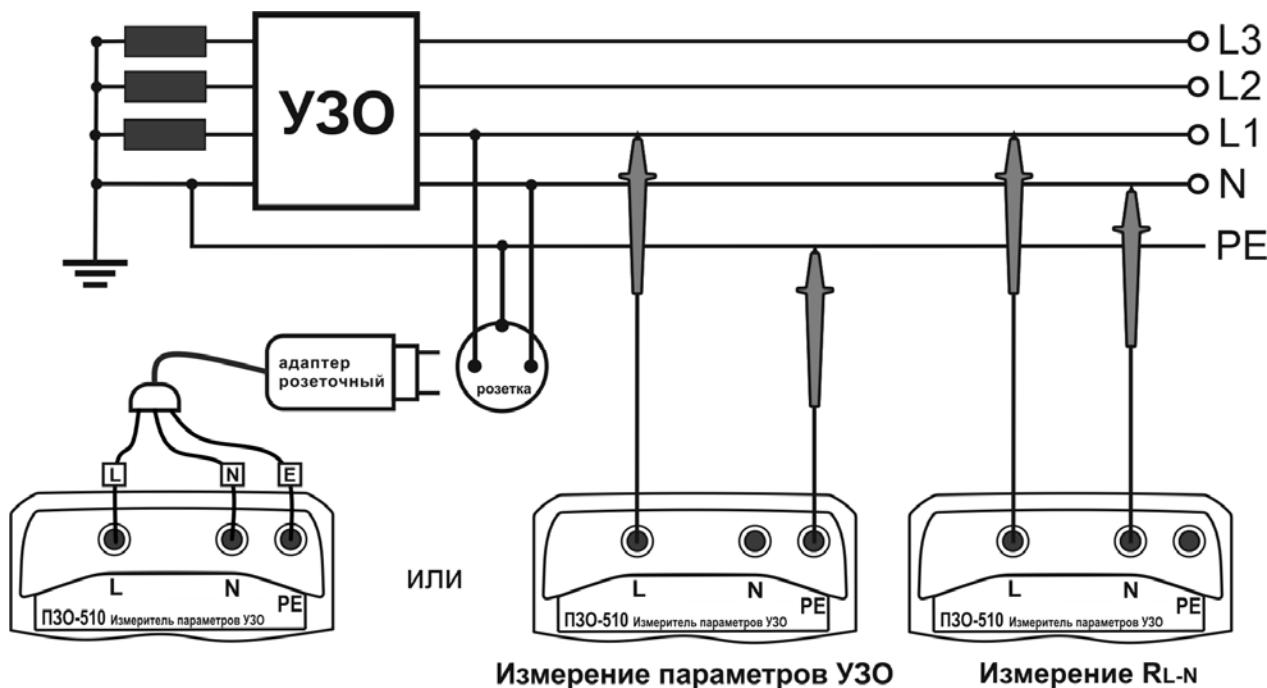

Рисунок 2.6 – Схема подключения при измерениях напряжения, параметров УЗО и сопротивления петли «фаза-нуль»
В меню прибора выберите тип УЗО (общее или селективное S) и максимальное допустимое напряжение прикосновения (UL) 25В или 50В. Подключите прибор к сети (рис.2.6.), установите номинальный ток УЗО. Далее, как описано в п. 2.4.1, убедитесь в правильности подключения прибора, работоспособности УЗО и безопасности линии, проведя несколько измерений, например, тока и времени срабатывания УЗО на переменном токе.